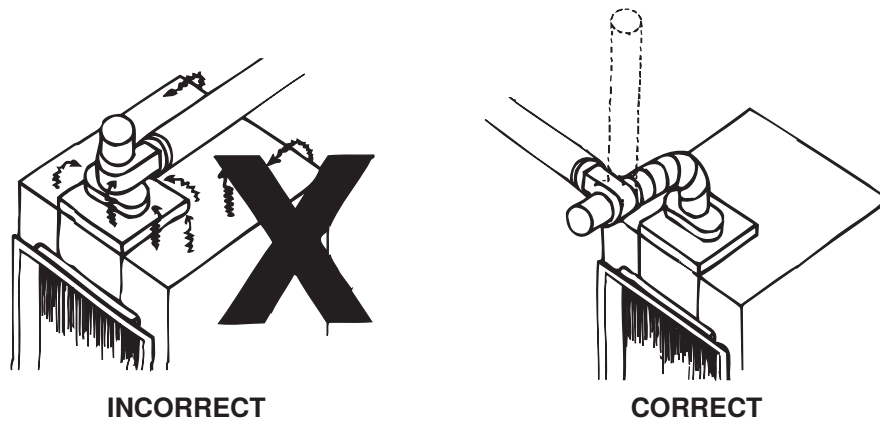

Figure 5. Raccordement du venter de cheminée supérieur
Pour éviter tout déversement par l'ouverture de décharge, assurez-vous qu'un raccord de conduit supérieur est installé correctement tel que spécifié à l'étape 3c et tel qu'illustré à la Figure 5.
- c. Si un raccord de conduit supérieur est utilisé, installez un coude entre l'adaptateur de conduit de ventilation et l'entrée de la ventilation comme indiqué sur la Figure 5 en utilisant un coude de 4 à 6 pouces entre l'adaptateur et le venter.